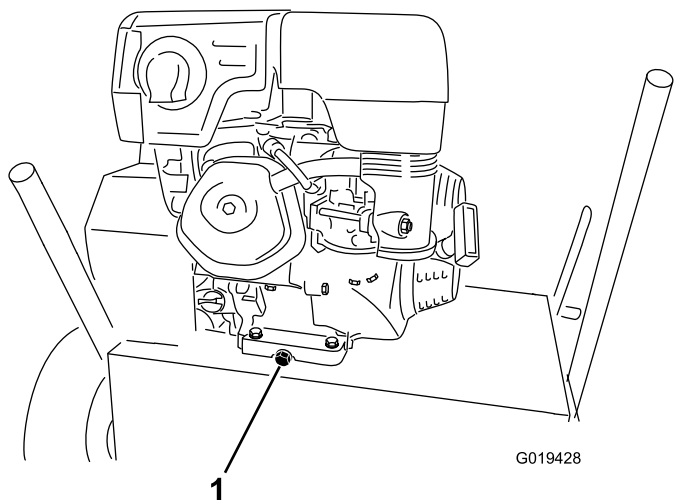

Figura 17
4. Togliete il tappo di spurgo (Figura 17).